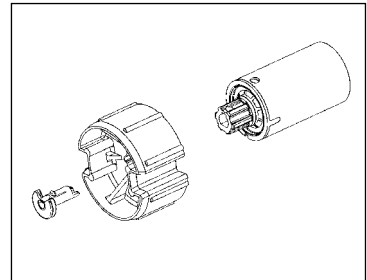

Bild 2: Kupplungssicherung\*
3. Kupplung aufschieben und Kupplungssicherung (Artikel 288500) einstecken (Bild 2).